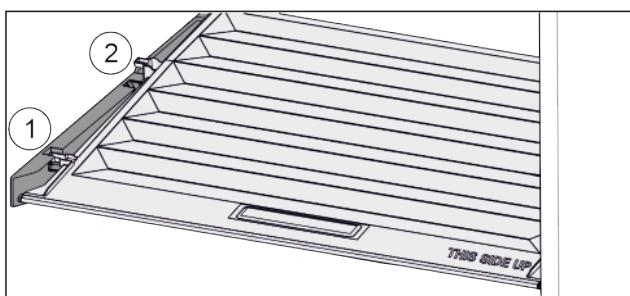

Fig. 41
- ▶ Потянуть крышку до отверстия в поддерживающих деталях вперед Fig. 41 (1).
- ▶ Поднять сзади снизу и извлечь Fig. 41 (2) движением верх.